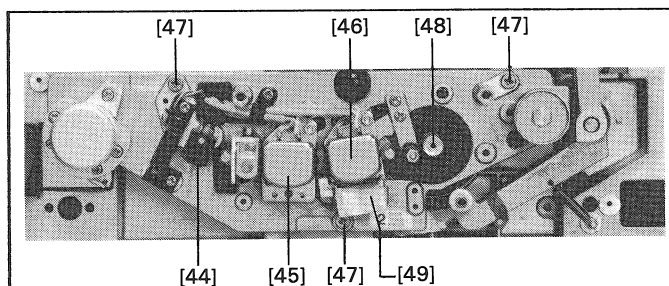

Fig. 20
- Desserrer 3 vis [47] (fig. 20) du support de têtes.